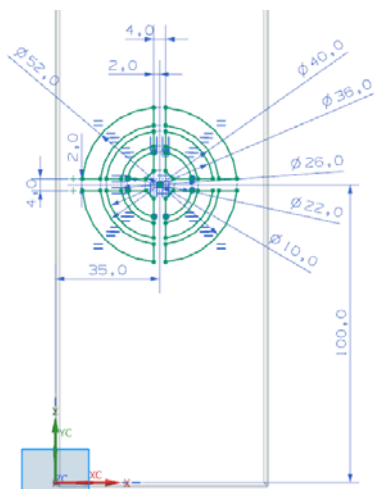

图 6-93 绘制草图
(3) 在“创建草图”对话框中，单击按钮，进入草图设计环境，绘制如图 6-93 所示的裁剪轮廓。单击“完成”图标，草图绘制完毕。